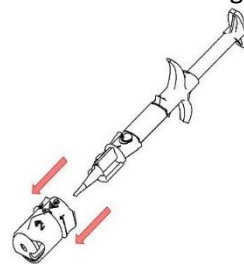

Fig. 3
7. Înlăturați adaptorul și inelul rotitor marcat '4' în (Fig. 3) by pulling it off and discard it.